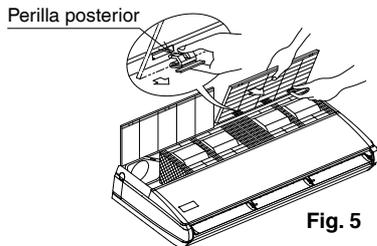

Fig. 5
- Mantenga la rejilla de succión de aire abierta, sostenga la perilla en la parte posterior de la rejilla de succión de aire, jale la rejilla de succión de aire hacia adelante y retírela. **(Consulte la Fig. 5)**